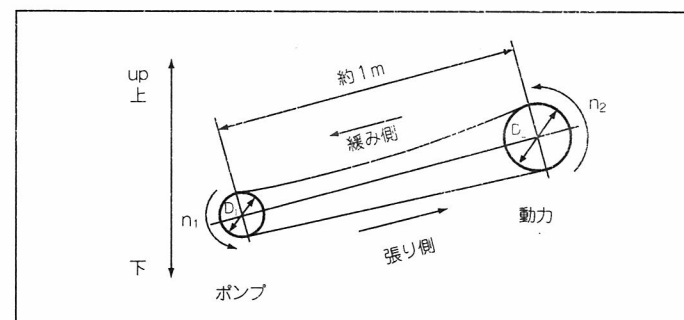

図 1
- 動力側の軸とポンプの軸の間の距離は1m位が適当です。万一ポンプがロックした場合にもベルトが滑るだけですみます。(図1参照)